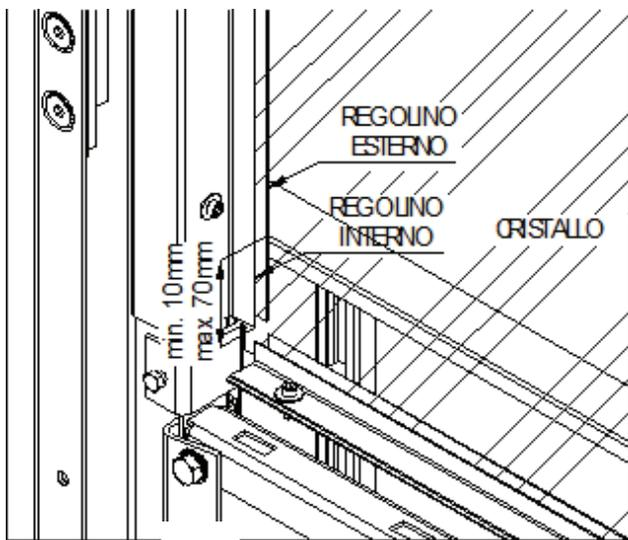

Fig. 18.3
- ✓ I regolini verticali vengono forniti di lunghezza superiore. Quando si è certi della distanza tra la traversa successiva e l'inquadramento si devono tagliare rispettando la quota di sormonto con l'architrave come indicato in Fig. 18.3